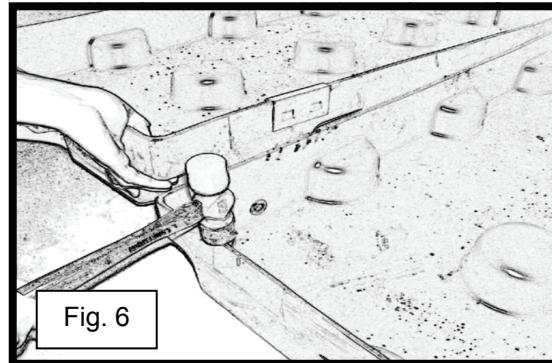

Fig. 6
- 2) Etter gjentatt banking bør oppsamlingscentrene være skilt fra hverandre (se fig. 6). Gjenta steg 1 for å løsne på den andre sammenføringsklemmen.